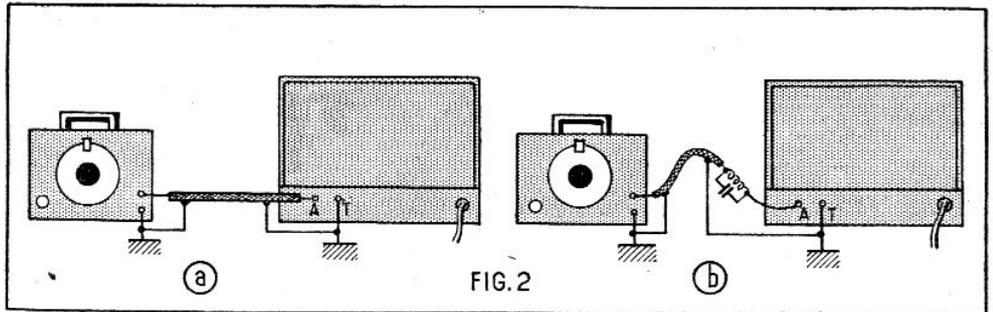

FIG. 2
Si le tube redresseur n'existait pas, ce courant haute fréquence renforcerait simplement celui qui normalement est capté par l'antenne. Mais comme il doit passer par le tube redresseur, il se trouve modulé à une fréquence correspondant aux alternances positives redressées. La figure 2 nous permet de mieux comprendre le phénomène : 2 A représente la forme du courant normal redressé par un tube biplaque, 2 B est relatif au même courant, mais avec superposition de la haute fréquence qu'il module à la fréquence 100 c/s (s'il s'agit bien entendu d'un secteur 50 c/s) ce qui donne lieu à un ronflement.
donc en marquant un point tous les 30°, nous pourrions obtenir une graduation progressant de 5.000 en 5.000 Ω comme l'illustre la figure 2.
Ce câblage est indiqué à la figure 2. Nous allons commencer par les lignes de masses, car elles forment en quelque sorte l'ossature du câblage puisque sur elles viendront se souder de nombreux fils, des résistances et des condensateurs. Pour cette raison, on utilise du fil nu de forte section. Une première ligne de masse relie une des cosses de l'enroulement chauffage lampes du transformateur d'alimentation au blindage central des supports des deux EL41, EF41 déphaseuse. Une autre ligne de masse part de la ferrure terre de la plaquette AT, elle est soudée sur une des ferrures de la plaquette PU. Elle se prolonge le long de la face arrière du châssis jusqu'à la hauteur du condensateur électrochimique de 16 μ F. Et là, elle est soudée sur la face arrière du châssis. La cosse 1 et le blindage central des supports de EL41, EF41 déphaseuse, sont reliés à la masse sur la cosse d'une des vis de fixation. Pour le support EBC41 ce sont les cosses 1 et 4 et pour la EF41 MF, c'est la cosse 1 et le blindage central qui sont reliés à la masse.
- 1 châssis selon figure 2.